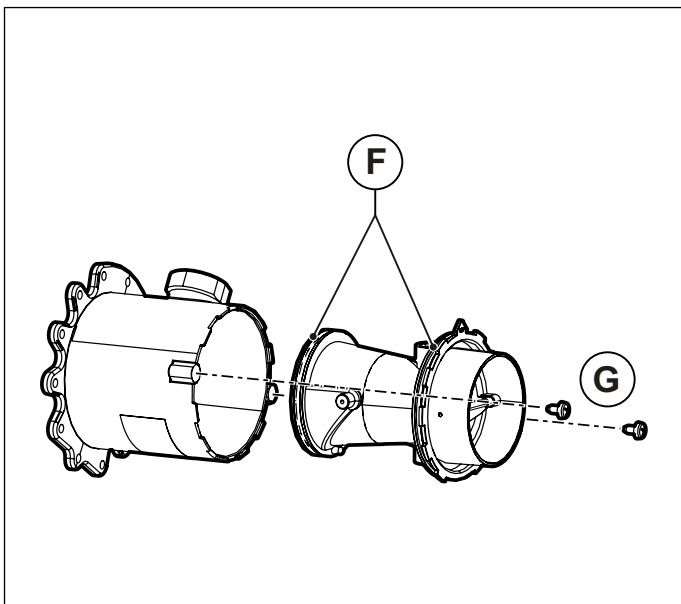

Рис. 39 Пластмасовий корпус змішувача
- Відкрутіть два гвинт **G** та вийміть пластиковий корпус змішувального вузла **G** (дивись Рис. 39 Пластмасовий корпус змішувача).
- Пригвинтите пластиковий корпус на змішувач за допомогою **G** фіксуючих гвинтів. Слідкуйте за тим, щоб не пошкодити **F** кільцеві ущільнювачі і здійснювати збірку у вказаному напрямі (див. Рис. 39 Пластмасовий корпус змішувача та Рис. 40 Розташування для мотажу).